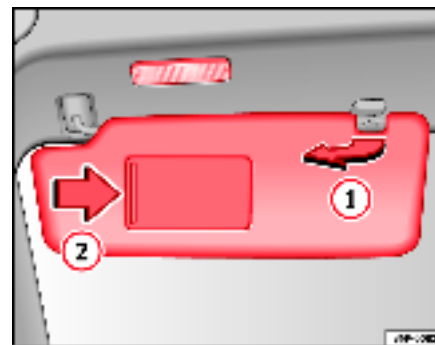

Fig. 84 Pare-soleil côté conducteur
Vous pouvez retirer le pare-soleil côté conducteur et celui côté passager de leur fixation au centre du véhicule pour les faire pivoter vers les portes ⇒ fig. 84 ①.